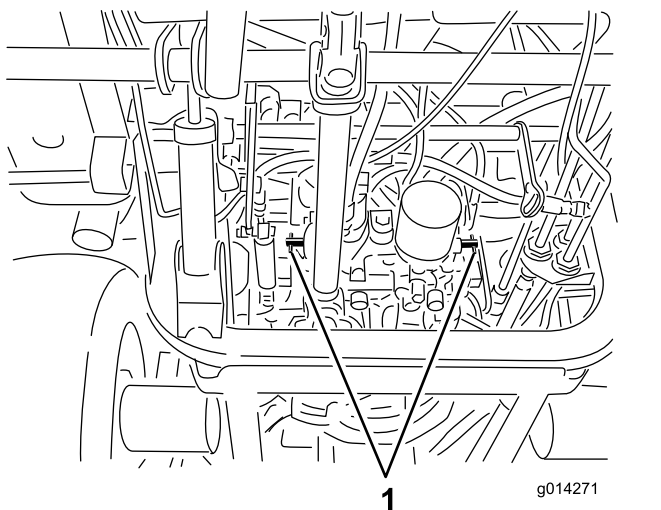

Bild 26
3. Drehen Sie jedes Sicherheitsventil eine Umdrehung nach links (Bild 26).
1. Drehen Sie jedes Sicherheitsventil um eine Umdrehung nach rechts und ziehen Sie es mit der Hand fest (Bild 26).
2. Ziehen Sie die Ventile bis auf 8 Nm an, wie in Bild 26 abgebildet.